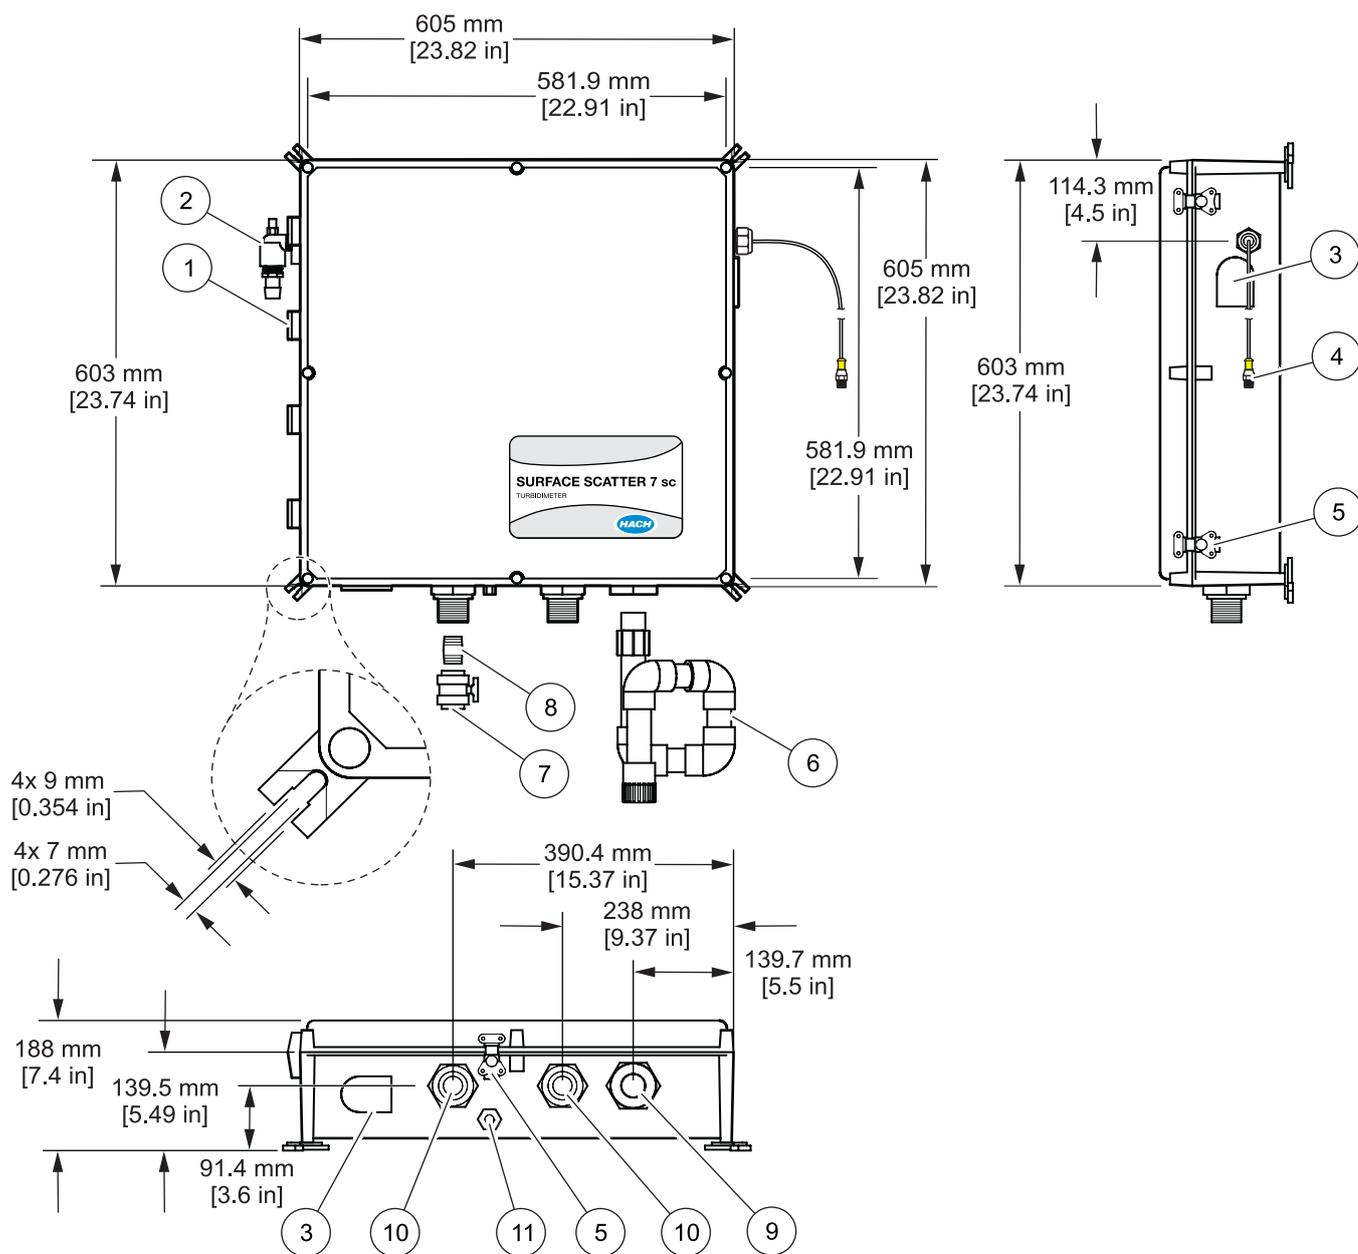
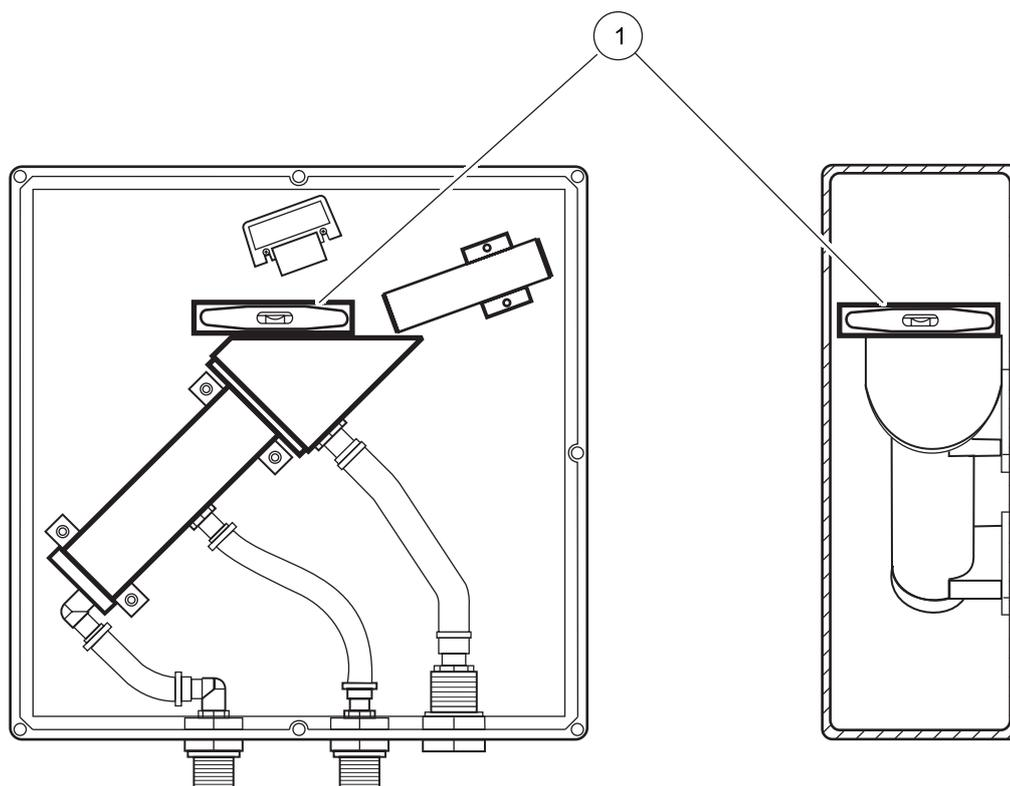
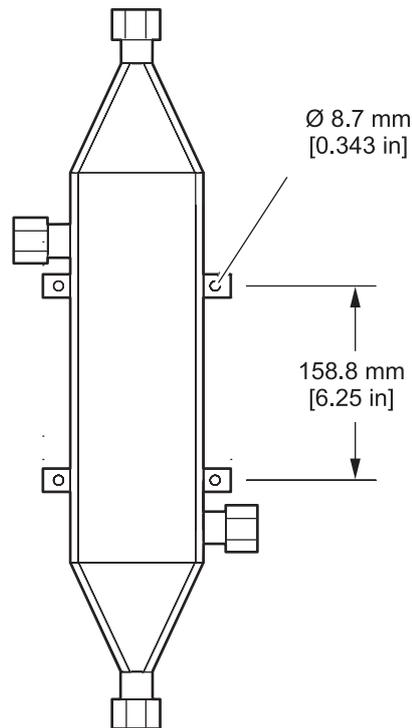

Figura 8 Esquema de instalación del SS7 sc y del SS7 sc-HST
Figura 9 Nivelación del instrumento
Figura 10 Dimensiones del intercambiador de calor
Las dimensiones y demás información de instalación se muestra en Figura 8 en la página 18, Figura 9 en la página 19 y Figura 10 en la página 20. La unidad de control y de muestra ha sido diseñada para el montaje en la pared. El sensor del turbidímetro debe montarse dentro de una distancia de seis pies del controlador en caso de no utilizar un cable de extensión. El largo máximo del cable asciende a 9,6 m (31,5 pies).
1. Para asegurar un funcionamiento correcto, la unidad de muestra debe estar nivelada (Figura 9 en la página 19). Coloque un pequeño nivelador en la abertura del cuerpo del turbidímetro para verificar que el instrumento no se incline desde la izquierda hacia la derecha o desde adelante hacia atrás.
Está disponible un intercambiador opcional de calor (Nro. de categoría 48551-00) para el SS7 sc-HST (Figura 10 en la página 20). El intercambiador de calor reduce la temperatura de la muestra que excede los requerimientos de temperatura del instrumento. Este puede reducir la temperatura de muestra hasta en 100 °C pero no resulta apropiado para vapor o agua supercalentada. Se requiere una fuente para el agua de refrigeración. El intercambiador de calor se fabrica de acero inoxidable 316 y cuenta con conexiones de tubería de $\frac{3}{4}$ " MNPT. Las conexiones de tubería grande ayudan en la eliminación de obstrucciones.
- Véase Figura 10 en la página 20 para las dimensiones de la instalación.